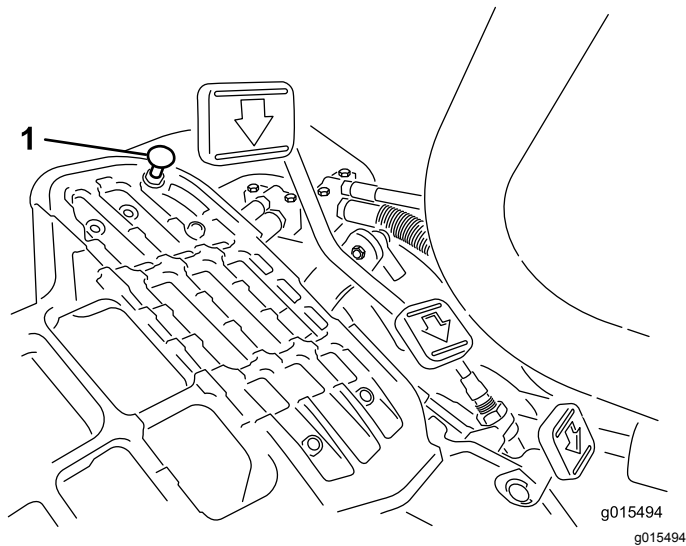

Figure 36
Pour obtenir la vitesse de transport maximale, placez le sélecteur de fonction en position de TRANSPORT et appuyez sur la pédale de déplacement. Si la pédale touche la butée (Figure 36) avant que la tension soit ressentie sur le câble, procédez comme suit :
1. Placez le sélecteur de fonction à la position de TRANSPORT et desserrez le contre-écrou de fixation de la butée au plancher (Figure 36).